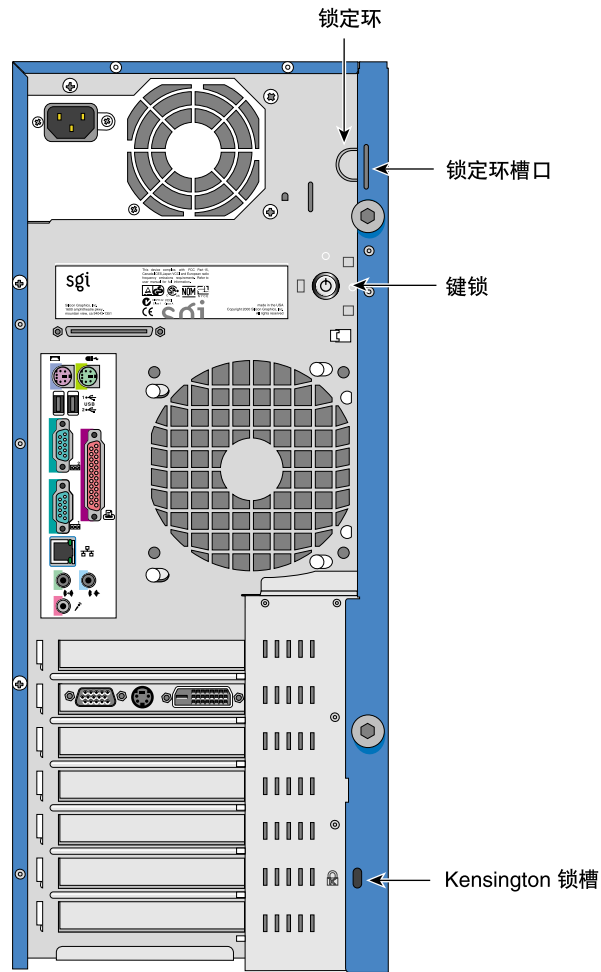

图 2-27 锁定环的位置
2. 找到锁定环。有关锁定环的位置，参见图 2-27。
4. 找到面向机架后面的插槽。有关插槽的位置，参见图 2-27。